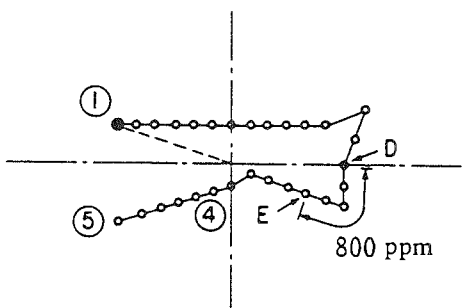

Fig. 8
- Paso 32 Mueva la aguja usando las teclas y , y confirme que se ha cambiado la velocidad de cosido para la sección que se ilustra en la Fig. 8 comprobando la indicación en el LED.